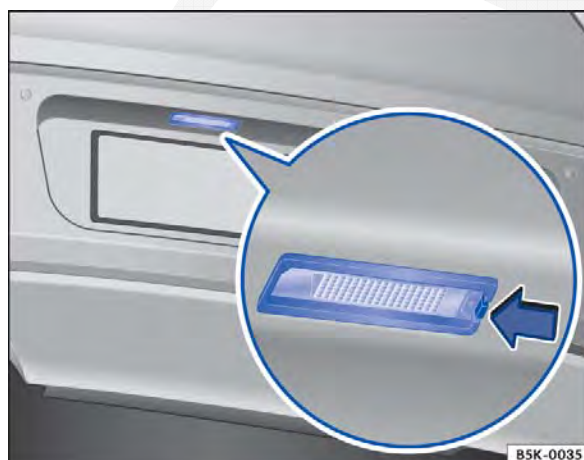

Fig. 175 Na chapa terminal traseira embaixo da tampa do compartimento de carga: lanterna da placa de licença.
2.	Pressionar com uma chave de fenda na depressão da lanterna da placa de licença na direção da seta ⇒ Fig. 175.